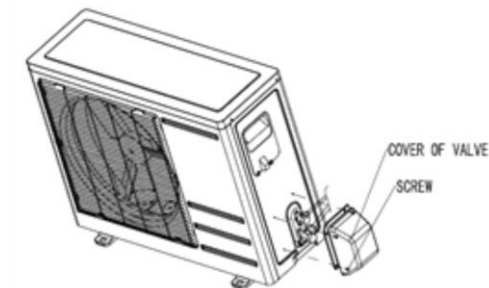

Fig. 11
- Nach dem Anschluss aller Leitungen montieren Sie die Ventilabdeckung wieder und befestigen diese mit den vorgesehenen Schrauben (siehe Abbildung 11).